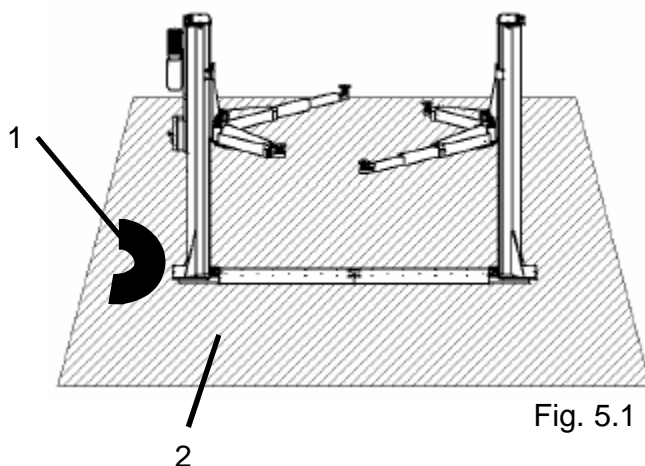

Fig. 5.1
De fabrikant wijst alle claims af van verwondingen aan personen of schade aan voertuigen en andere objecten veroorzaakt door incorrect en / of ongeoorloofd gebruik van de hefbrug. Tijdens stijg- en daalbewegingen moet de bediener zich in de bedieningszone (1) bevinden, zoals aangegeven in fig. 5.1. De aanwezigheid van personen in de gevarenszone (2) is ten strengste verboden. De aanwezigheid van personen onder het voertuig is alleen toegestaan als het voertuig geparkeerd is in de geheven stand.
Dit is mogelijk als de bediener niet op de aangewezen positie bij de bedieningskast staat, als de hefbrug met voertuig daalt is het de bediener niet toegestaan om gedeeltelijk of helemaal onder het dalend object te staan. Tijdens deze fase moet de bediener in de bedieningszone staan. (Fig. 5.1)